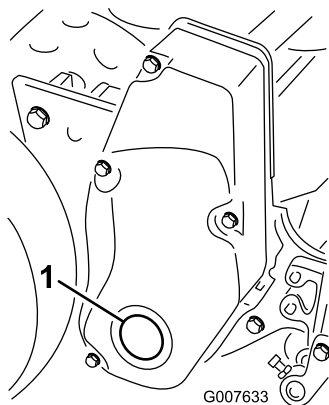

Bild 60
1. Nehmen Sie die Schraube in der rechten Spindeltriebsabdeckung ab (Bild 60).